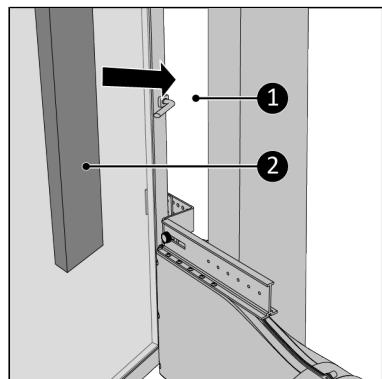

Abbildung 136.
17. Füllen Sie die Freiräume (Abbildung 136, Pos. 1) mit dem gelieferten Isolierschaum (Abbildung 136, Pos. 2) auf, schneiden Sie den Schaum ab, falls notwendig*.